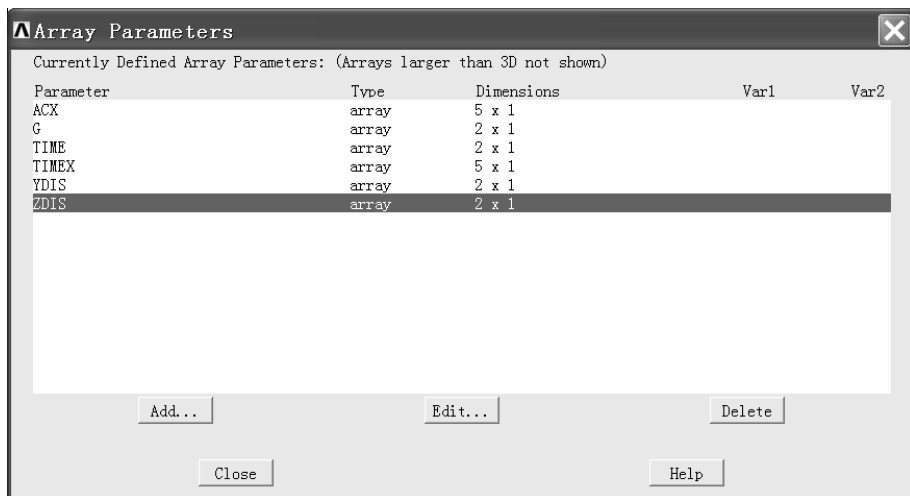

图 10-31 “Array Parameters” 窗口
(3) 继续在“Parameter name”后的方框中输入“G”，然后单击“Apply”按钮。
(4) 继续在“Parameter name”后的方框中输入“YDIS”，然后单击“Apply”按钮。
(5) 继续在“Parameter name”后的方框中输入“ZDIS”，然后单击“Apply”按钮。
(6) 继续在“Parameter name”后的方框中输入“TIMEX”，在“No. of rows, cols, planes”后的第一个方框中输入“5”，然后单击“Apply”按钮。
(7) 继续在“Parameter name”后的方框中输入“ACX”，在“No. of rows, cols, planes”后的第一个方框中输入“5”，然后单击“OK”按钮返回到“Array Parameters”窗口（见图 10-31）。